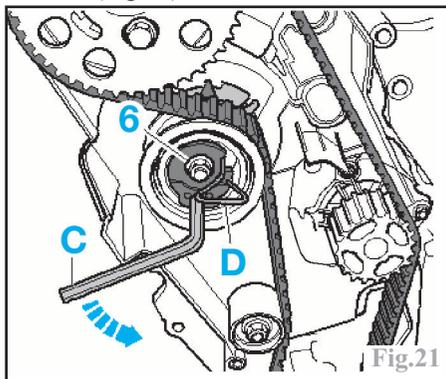

Fig.21
Desserrer l'écrou de fixation (6) du galet-tendeur (Fig.21).
- le galet tendeur soit bloqué en butée dans le sens horaire à l'aide de la goupille appropriée (**D**) et écrou serré (Fig.21).
Retirer la pigne (**D**) Audi (ref : **T10115**) (Fig.21).